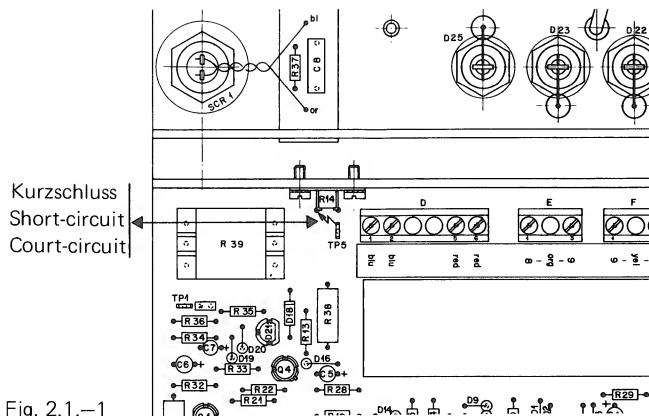

Fig. 2.1.-1
- Mit Schraubenzieher auf Netzteil (1.068.734) zwischen TP5 und +12 V sofort kurzschließen (siehe Fig. 2.1.-1). Es ist dabei ein merklicher Stoß im Schraubenzieher zu verzeichnen.
- Create an electrical connection (using a screwdriver) between TP5 and +12 V in the power supply 1.068.734 as indicated in figure 2.1.-1. Approximately 1.5 seconds after having made this connection, a distinct vibration (mechanical shock) will be felt through the screwdriver.
- A l'aide d'un tournevis, établir un contact entre TP5 et +12 V (voir fig. 2.1.-1); au moment du court-circuit, il se produira une secousse sur le tournevis.